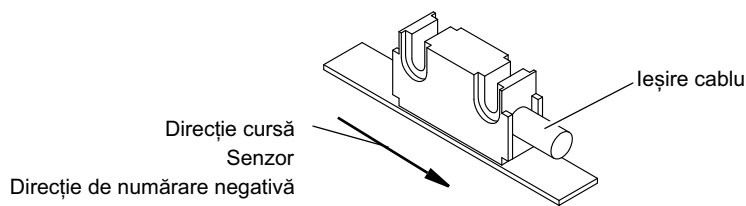
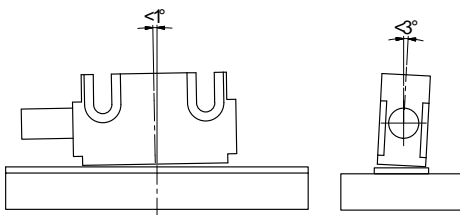

Fig. 1-5: Definirea direcției de numărare
Fig. 1-7: Deviație maximă
- Senzorul nu a fost aliniat în conformitate cu Fig. 1-5: și Fig. 1-7:.